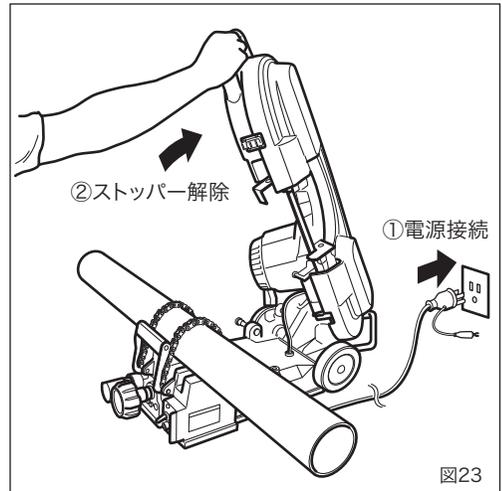

図23
(図18～図23)
## 1. 切断作業(図23～図25)
①電源プラグをコンセントに接続します。(図23)
②ハンドルを持ち、いったん最上部までフレームを上げてストッパーを解除します。(図23)